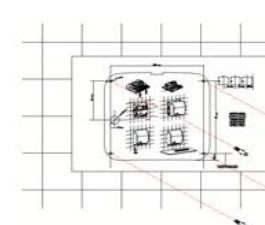

Bild Nr. 6
1. Mithilfe der beiliegenden Schablone 4 Löcher von jeweils Ø 5/16" (Ø 8 mm) bohren. Den Bohrstaub ausblasen und die 4 mitgelieferten Dübel bündig einsetzen (siehe Bild Nr. 6).